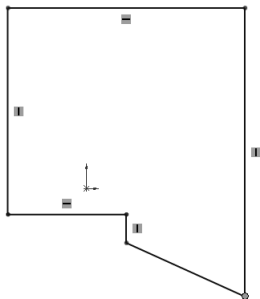

图 3-66 绘制草图轮廓
**03** 绘制草图轮廓。单击“草图”控制面板中的“直线”按钮，绘制图 3-66 所示的图形，不必考虑大小，只考虑相对位置。